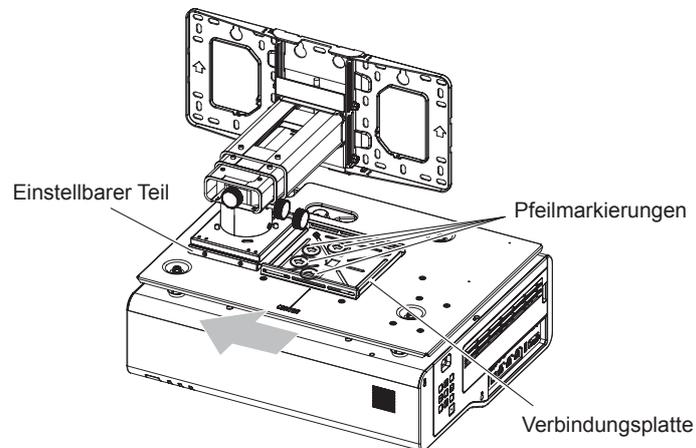

Abb. 2
- 2) Wenn der Projektor befestigt ist, schieben Sie die Verbindungsplatte des Projektormontagehaltungssets in den verstellbaren Teil der Wandmontagehalterung. (Abb. 2)